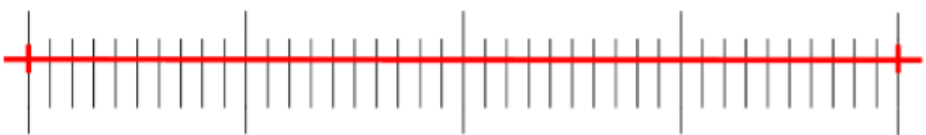

Abbildung 5-8
3. Der Mindestbereich des gewählten Mikrometers beträgt 0,01 mm (10 Mikron). Abbildung 5-8 zeigt das Bild unter einem 10x-Objektiv. Zu diesem Zeitpunkt ist die "Vergrößerung" auf "10X", die "Einheit" auf "µm" und die "Länge" auf "40" eingestellt